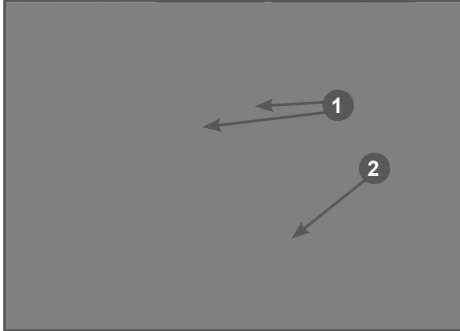

Рис. 25 Кожух защитный ремня привода
3. Открутите два винта 1 крепления и снимите защитный кожух 2 ремня (Рис. 25).
2. Снимите защитный кожух 2 ремня (Рис. 25).